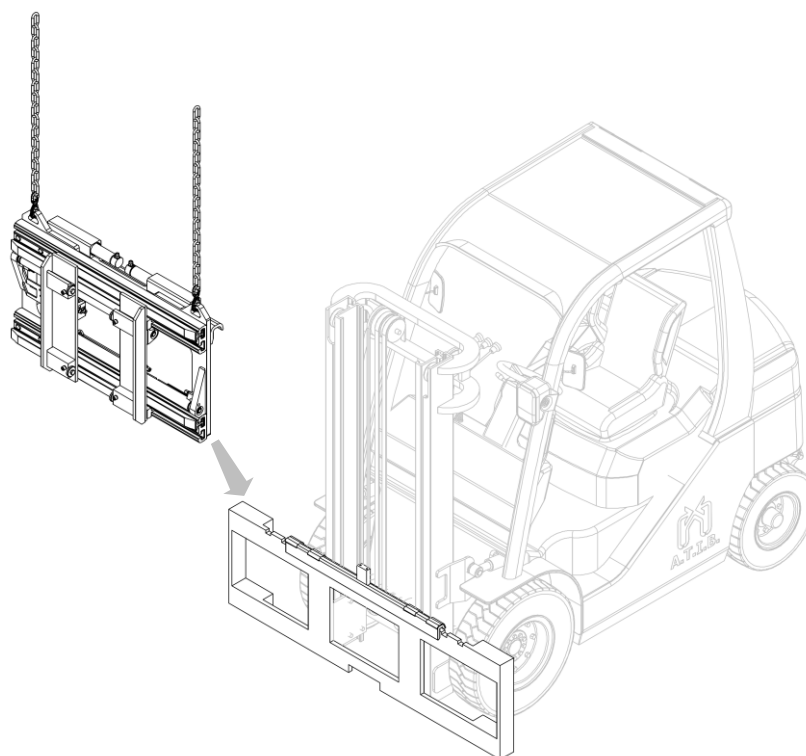

Figura 7
7. Enganche el equipo desde el punto de agarre superior y con un puente grúa colóquelo en el doble gancho, cuidando de colocarlo correctamente (mira *Figura 7*).